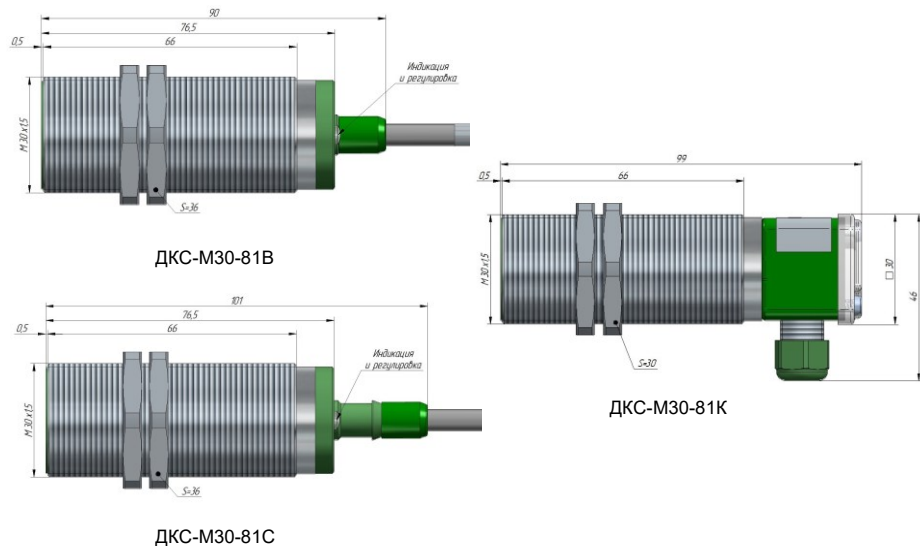

Рисунок 1 - Внешний вид и габариты ДКС
3.1 Датчик состоит из металлического корпуса, в котором размещена печатная плата с электронными компонентами. Внутренняя полость корпуса залита компаундом. У датчика с кабелем на крышке корпуса находится штуцер, через который выведен кабель, индикация и регулировки (рис. 1). У датчика с клеммником индикация и регулировка расположены под крышкой клеммной коробки.